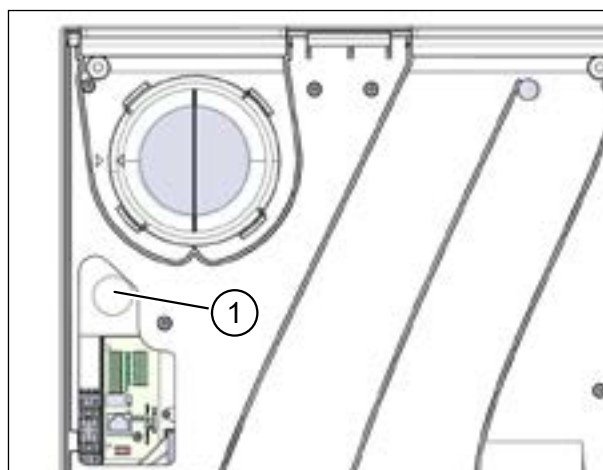

Рис. 36: протянуть кабель электропитания и, при необходимости, кабель системы управления
- ▶ Протяните кабель электропитания через отверстие (поз. 1 на рис. 36) на вентиляционной установке.
- ▶ Протяните, при необходимости, также кабель системы управления через отверстие (поз. 1 на рис. 36).
- ▶ Протяните, при необходимости, кабель системы управления для опции M-WRG-II O/EGG-AUS через отверстие (поз. 1 на рис. 36).